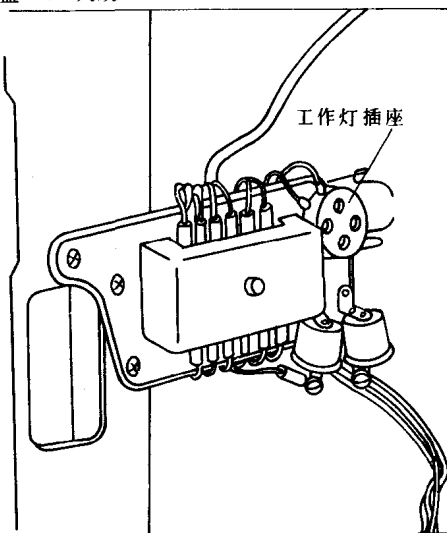

图 1-17 工作灯插座
17. 工作灯插座(图 1-17) 位于仪表板左下方的总接线板上,用来接通工作灯,供夜间检